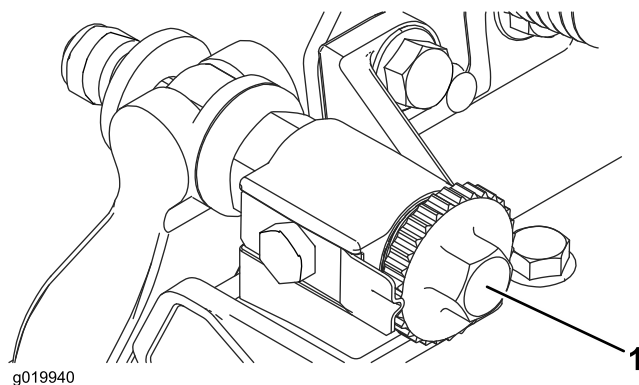

Figura 8
1. Coloque a unidade de corte numa superfície de trabalho plana e nivelada. Rode os parafusos de ajuste da barra de apoio no sentido contrário ao dos ponteiros do relógio para assegurar que a barra de apoio não entra em contacto com o cilindro (Figura 8).